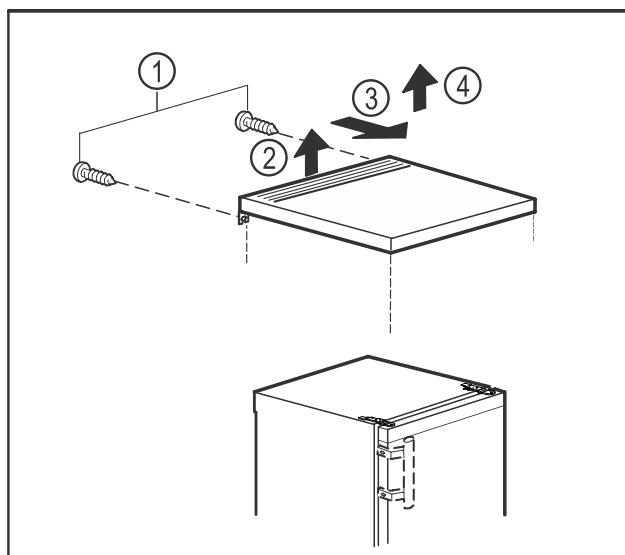

Fig. 10
- Удалите винты с задней стенки. Fig. 10 (1)
- Приподнимите столешницу сзади. Fig. 10 (2)
- Сдвиньте столешницу вперед. Fig. 10 (3)
- Снимите столешницу движением вверх. Fig. 10 (4)